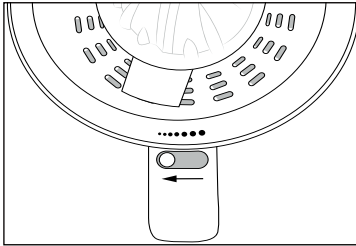
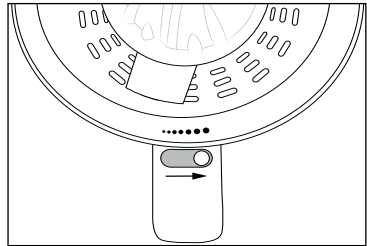

Fig.2
Fig.3
- ◆ À l'aide du sélecteur ⑥, réglez la teneur en pulpe du jus de fin (petits points, Fig.2) à gros (gros points, Fig.3).